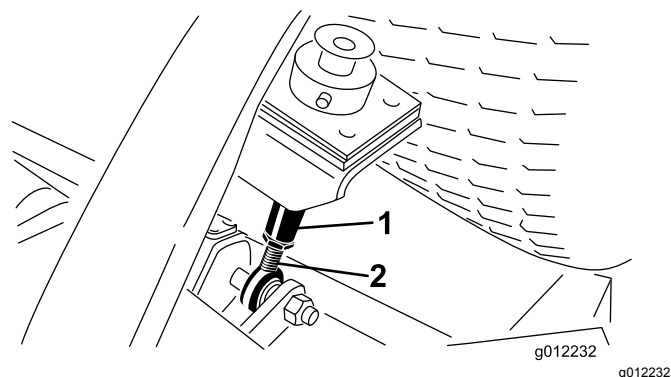

図 12
8. 刈高ロッドの下部についているジャムナットをゆるめる(図 12)。